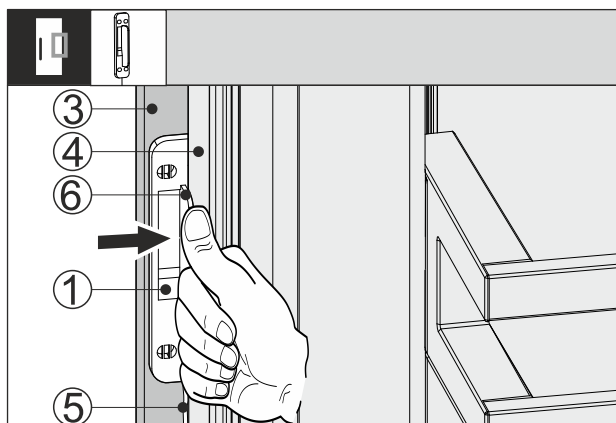

Fig. 66
- Zasuňte senzor klepání Fig. 66 (1) mezi čelo nábytku Fig. 66 (3) a dveře spotřebiče Fig. 66 (4) tak, aby byl kabel Fig. 66 (5) mírně napnutý. Doraz Fig. 66 (6) senzoru klepání spočívá na dveřích spotřebiče Fig. 66 (4).
- Přitlačte senzor klepání Fig. 66 (1) k čelu nábytku Fig. 66 (3).
- Senzor klepání Fig. 66 (1) je přilepen. Přilepením snímače klepání je optimalizován přenos signálu klepání.
Trvalé připevnění senzoru klepání Fig. 66 (1) zvyšuje životnost.
- Přišroubujte senzor klepání Fig. 66 (1) dodanými šrouby k čelu nábytku Fig. 66 (3).